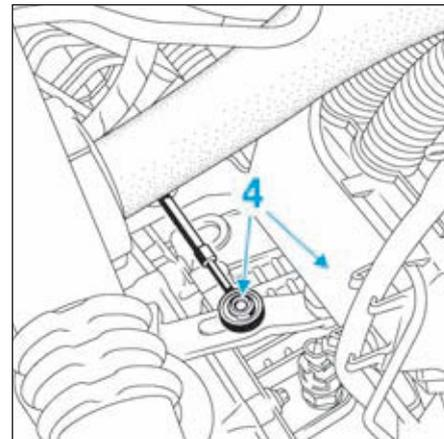

FIG.54
- Déposer les rotules (4) des câbles de commande de vitesses (Fig.54).